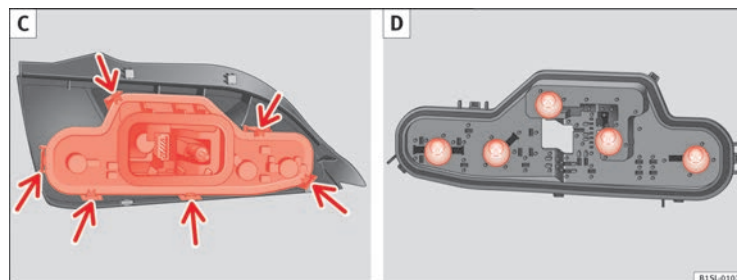

Fig. 154 Grupo óptico trasero: C: Desmontar el porta-lámparas, D: Desmontar las lámparas.
9. Desbloquee el portalámparas en las bridas de bloqueo (flecha) ⇒ fig. 154 C y extraiga el portalámparas de la luz trasera.
10. Sustituya la lámpara averiada por una lámpara nueva idéntica ⇒ fig. 154 D.
11. Coloque el portalámparas en el grupo óptico trasero. Las lengüetas de bloqueo (flecha) deben encastrar de forma audible ⇒ fig. 154 C.